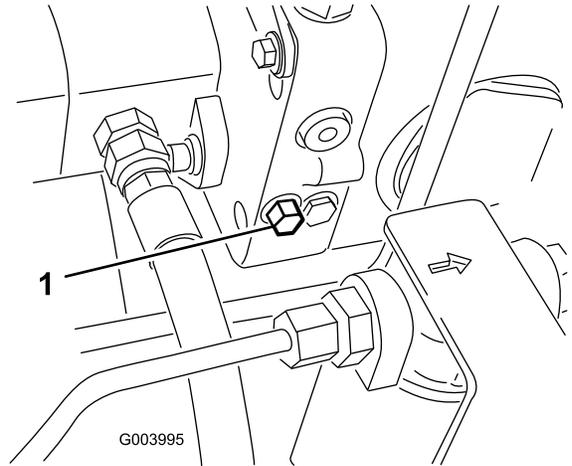

図 69
1. バイパスバルブを右または左 1-1.5 回転させると内部でバイパスが形成される図 69。